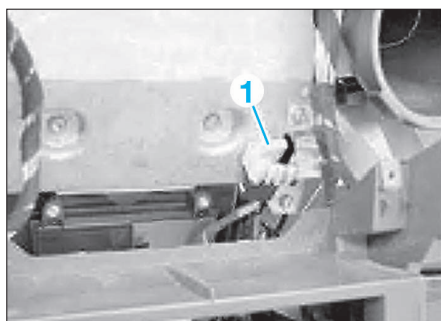

FIG. 11
- Détacher le connecteur (1) (Fig.11) de la traverse de planche de bord. Le connecteur est situé près du cadran central.